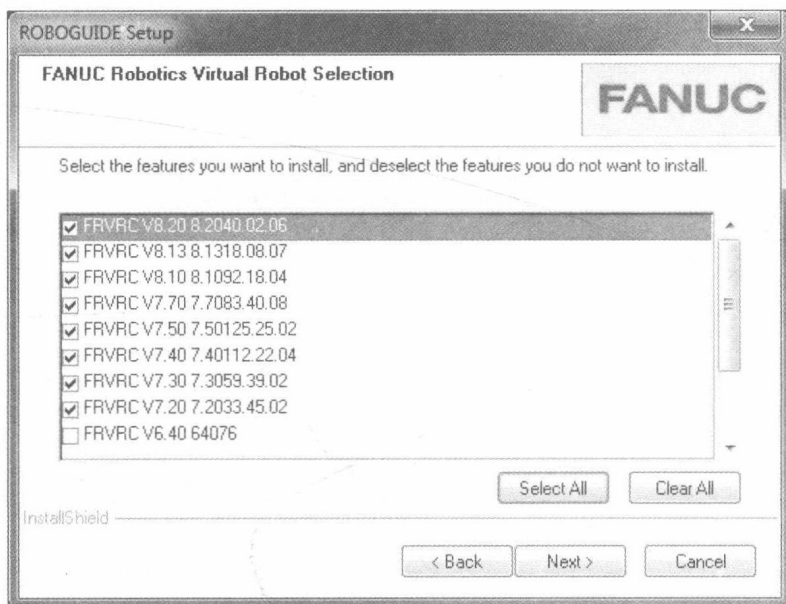

图 2-9
8) 显示ROBOGUIDE设置（ROBOGUIDE Setup）的FANUC Robotics虚拟机器人选择（FANUC Robotics Virtual Robot Selection）对话框。选择虚拟机器人的版本，然后单击“Next”按钮，如图2-9所示。